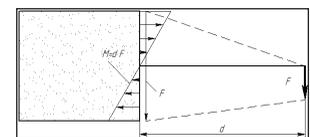

Рис. 15. Схема граничных условий *Дистанционная сила и Дистанционный момент*
*Дистанционная сила* применяется для задания суммарной величины распределенной нагрузки, которая действует не непосредственно на грань, а передается из дистанционной точки посредством неупругих стержней, связывающих дистанционную точку с гранью с учетом возникающих при этом моментов. *Дистанционный момент* применяется для задания суммарного момента, приведенного непосредственно к грани. Задание дистанционной точки не требуется, достаточно только величины и направления момента (рис. 15 и 16).